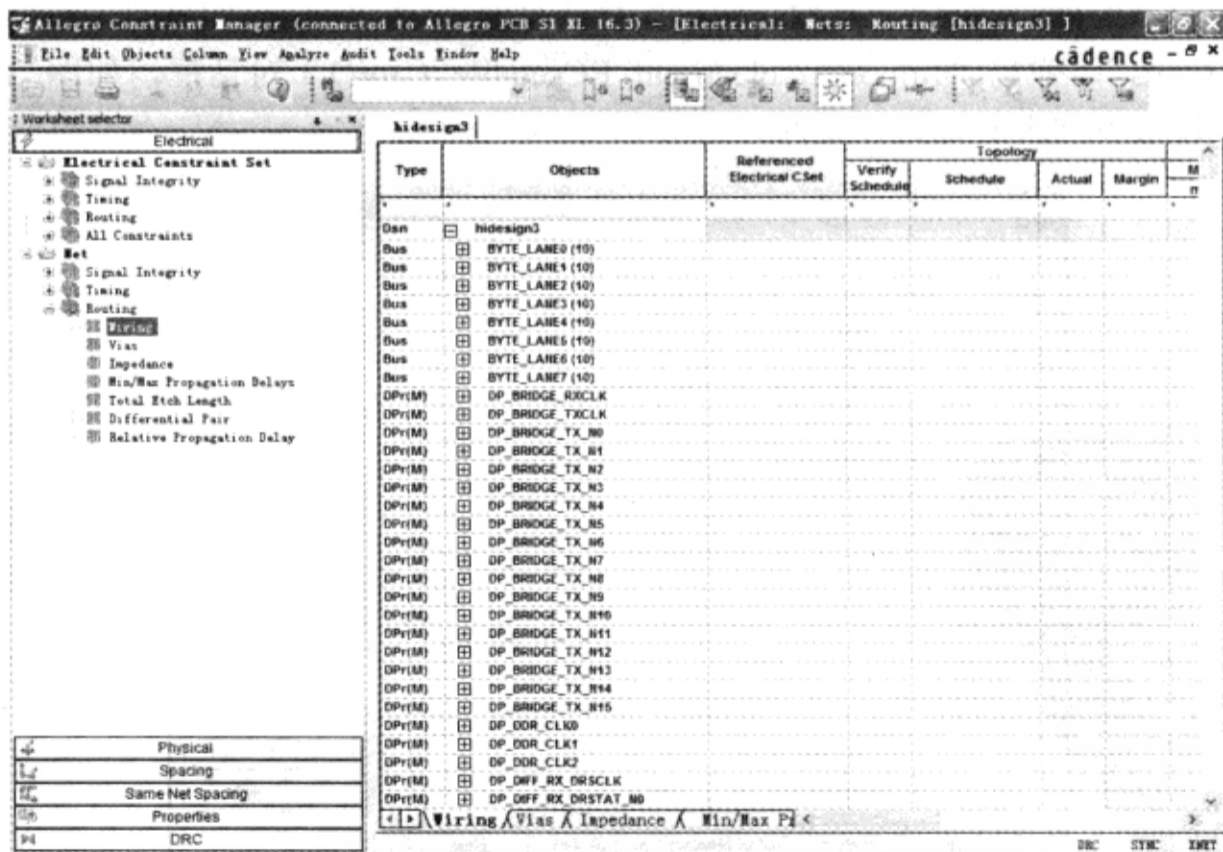

图 3-10-59 约束管理器
(3) 单击“Constraint Manager”图标，打开“Allegro Constraint Manager”对话框，如图3-10-59所示。